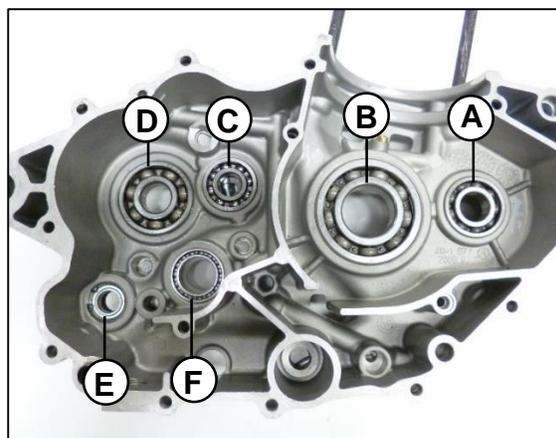

Fig. 27
(F) rodamiento selector cambios (6805 Marca C&U) **Fig. 27**